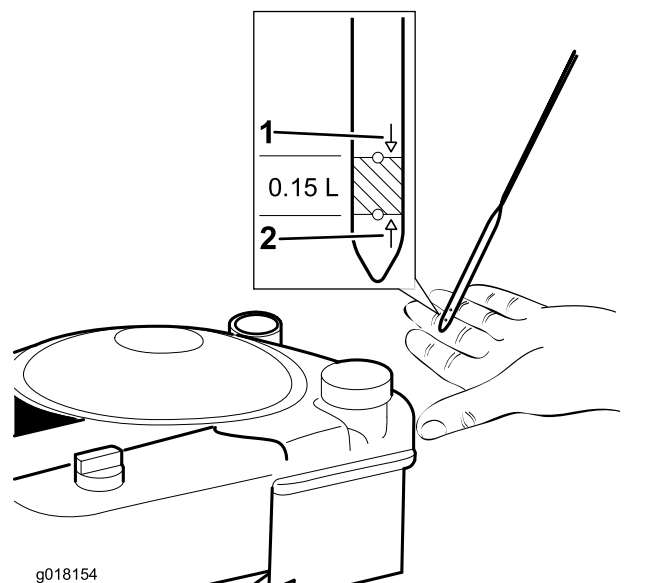

Bild 17
- Nehmen Sie den Peilstab heraus und wischen Sie ihn mit einem sauberen Lappen ab (Bild 17).
- Gießen Sie **langsam** Öl in den Einfüllstutzen; warten Sie für drei Minuten; prüfen Sie den Motorölstand am Peilstab; wischen Sie den Peilstab ab und stecken ihn dann ganz in das Rohr (Bild 17).
5. Füllen Sie den Motor mit Öl, bis der Peilstab angibt, dass der Ölstand richtig ist, wie in Bild 17 abgebildet. Wenn Sie zu viel Öl in den Motor füllen, lassen Sie etwas Öl ab.